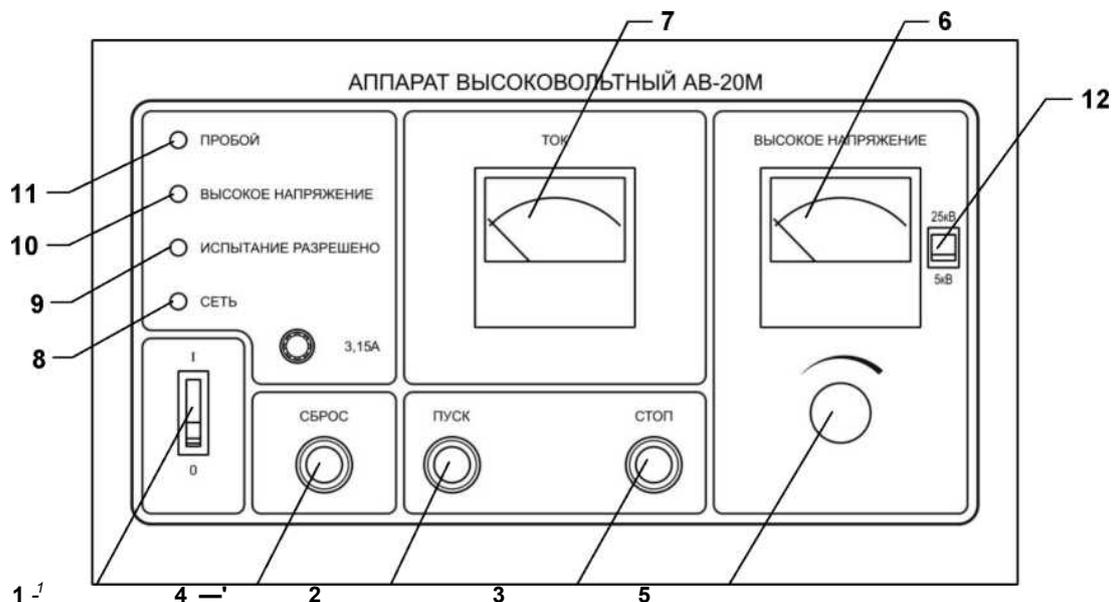

Рис. 1
4.1. Аппарат высоковольтный АВ-20М состоит из пульта управления и источника испытательного напряжения, которые размещены в одном корпусе. Внешний вид лицевой панели аппарата приведен на рис. 1.
6.4. Установите органы управления в исходное состояние (рис.1):